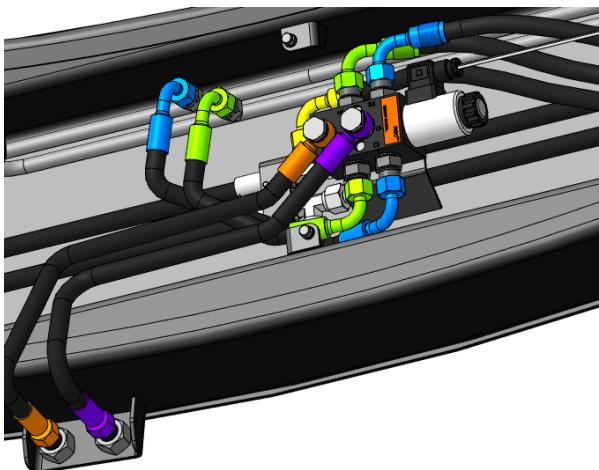

Рисунок 1.2
- пропорционального двухсекционного гидравлического распределителя с тросовым управлением (далее гидрораспределитель), устанавливаемым на правом подрамнике погрузчика с помощью кронштейна (рис. 1.2);
- дискретного распределителя с электромагнитным управлением (далее дивертор), установленного в балке поперечной стрелы погрузчика (рис. 1.2)*;